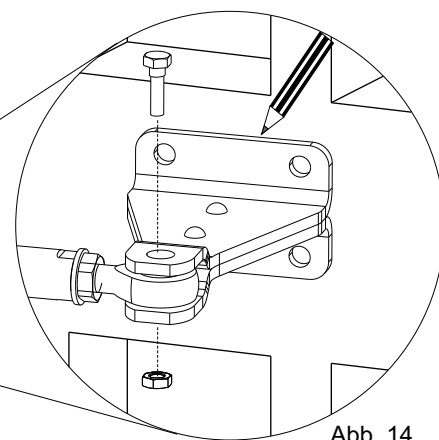

Abb. 14
- 3) Den Schaft auf der Vorderbefestigung anbringen (Abb. 14)